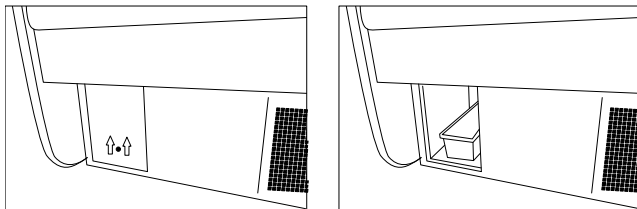

Abb.9 Tropfenbehälter
3. (Betrifft die Anlagen mit innerem Aggregat) Den Tropfenbehälter unter dem Schlauch des Wasserablaufes auf dem Grundsatz des Aggregats unterliegen (ausgeschlossen von den Anlagen mit automatischer Abdämpfung des Kondensats) Abb.9 (S.29)
Ist die Anlage mit der automatischen Abdämpfung des Kondensats nicht ausgestattet, den Kondensat vom Behälter entfernen, wenn dieser befüllt ist Abb.9 (S.29). Menge (Häufigkeit) von Entfernen des Kondensats hängt von den Betriebsbedingungen der Anlage (vor allem Luftfeuchtigkeit, Menge und Temperatur der eingelegten Waren) ab.